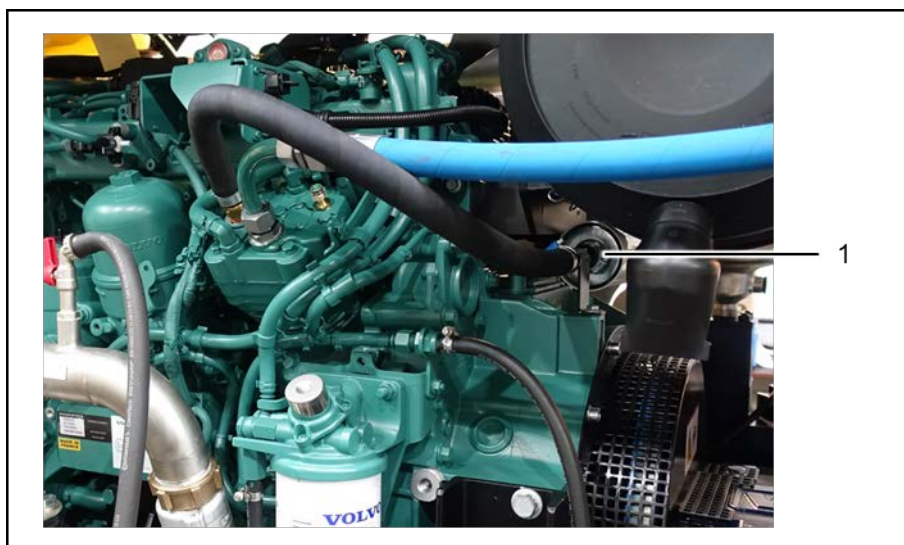

Рис. 22: воздушный фильтр компрессора
1. Отсоедините шланговый хомут на воздушном фильтре (Рис. 22: поз. 1).